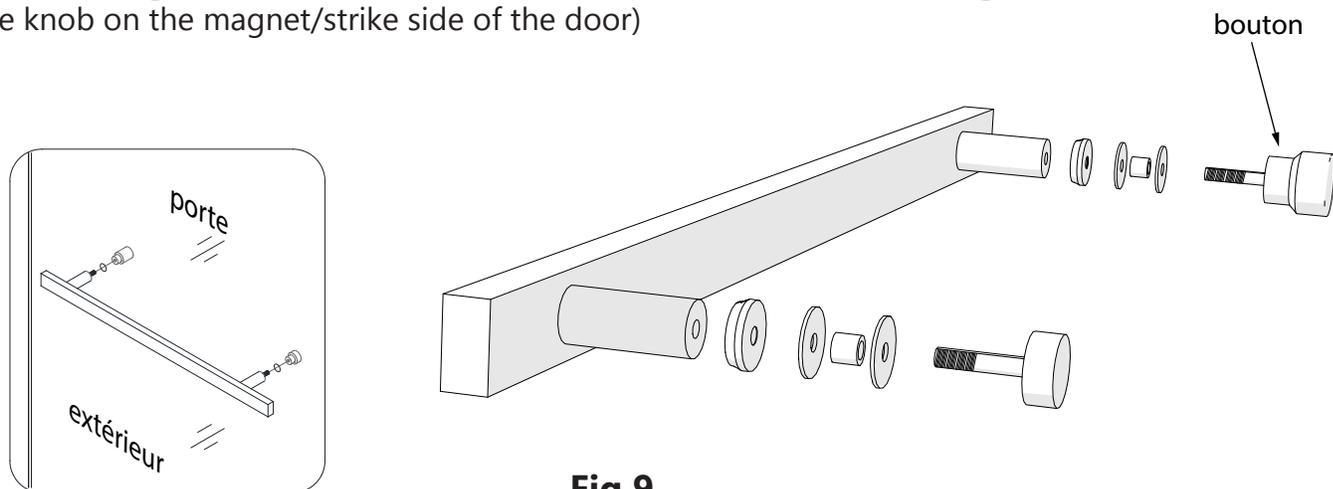

Fig 9
9. Installez la **Poignée (N° 06)** sur l'extérieur de la **Porte Vitrée (N° 04)**. (**Fig 9**)